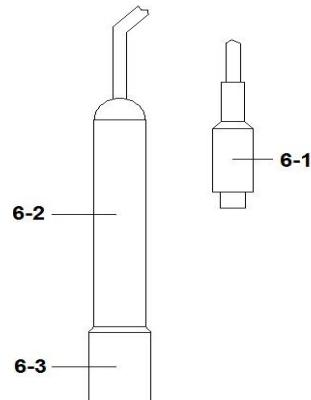

Fig. 3
1. Anslut konduktivitet proben (CDPB-03) (6-1, Fig.3) till "**CD**" kontakten (3-15, Fig.1)
3. Håll i elektrodens skaft (6-2, Fig. 3) och sänk ner probhuvudet (6-3, Fig. 3) helt i buffertlösningen och skaka den lite, tills luftbubblorna som kan samlas runt proben försvinner.
- Anslut proben (6-1, Fig. 3) till "CD" kontakten (3-15, Fig. 1).
- Håll i på elektrodens skaft (6-2, Fig. 3) och sänk ner probhuvudet (6-3, Fig. 3) helt i kalibreringsvätskan och skaka den lite, tills luftbubblorna som kan samlas runt proben försvinner.
- Anslut konduktivitet proben (CDPB-03) (6-1, Fig. 3) till "CD" kontakten (3-15, Fig. 1).
- Håll i elektrodens skaft (7-2, Fig. 4) och sänk ner probhuvudet (7-3, Fig. 3) helt i buffertlösningen och skaka den lite, tills luftbubblorna som kan samlas runt proben försvinner. Displayen visar nu Saltvärdet (% vikt)